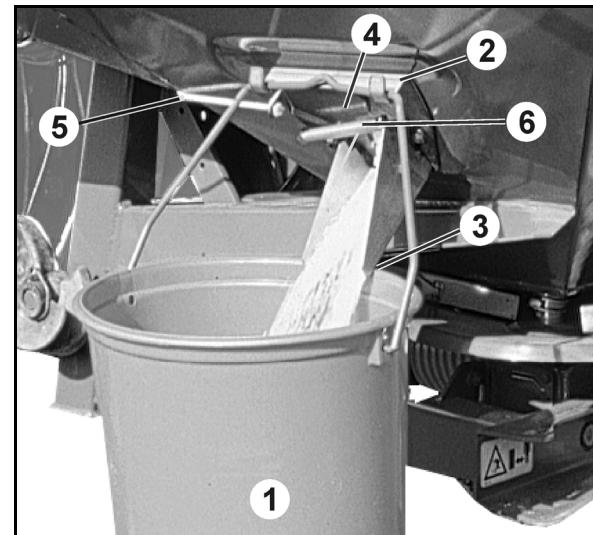

图 64
1. 用钩杆将收集容器（图 64/1）挂在支架（图 64/2）上。将收集容器卡入夹紧装置（图 64/3）中。
2. 用拉绳（图 64/5）完全打开出口槽的侧滑门（图 64/4）大约 5 秒（确保肥料均匀流动）。之后重新将收集到的肥料倒回撒肥机的料斗中。
5. 田地条件下精确驶完从起点到终点的校准距离，即：遵守规定的、恒定的作业速度。用拉绳(图64/5)精准地在校准距离起点完全打开出口槽的侧滑门(图64/4)(拉至停止)，并在终点关闭(在松开拉绳时，弹簧(图64/6)将侧滑门拉动至关闭位置)。